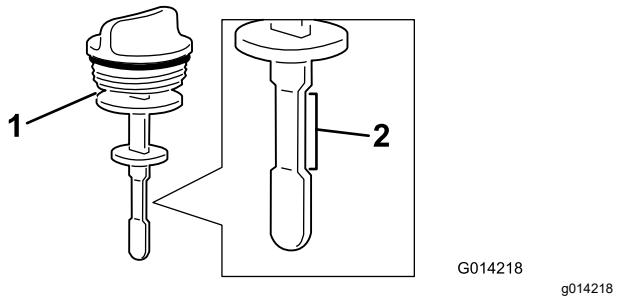

Bild 105
4. Nehmen Sie den Peilstab aus dem Füllstutzen und prüfen Sie den Ölstand (Bild 105).